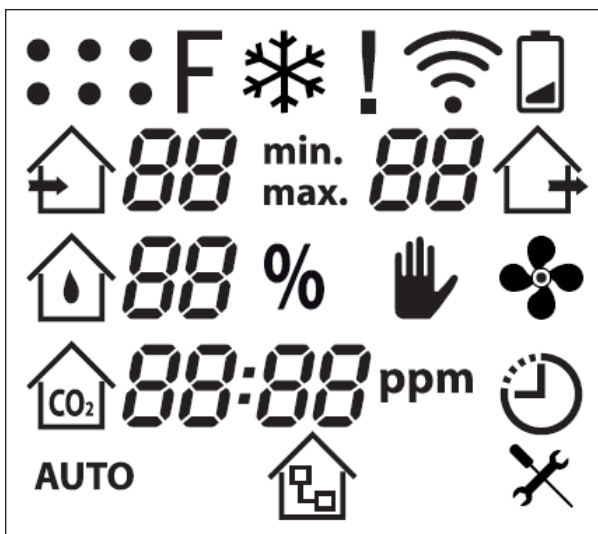

Fig. 3 : Symboles sur l'écran LCD
- Seront tout d'abord affichés tous les symboles disponibles (voir Fig. 3 à la page 12).